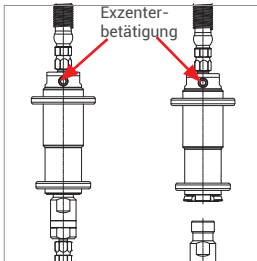

Abbildung 11
- ▶ Drehen Sie die Exzenterbetätigung (Pos. 2) mit einem Sechskant-Winkelschraubendreher SW6 um 180° (*Abbildung 11*) ➔ die Spannzangen öffnen